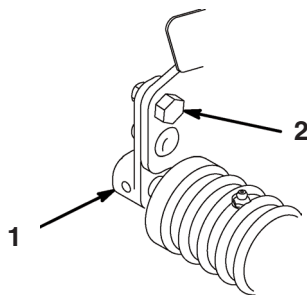

Bild 4
4. Drehen Sie den oberen rechten Walzenbefestigungsarm und halten Sie dabei die Spindel fest auf der Platte und behalten den Druck auf die vordere Walze bei (Bild 4). Diese Befestigungsschraube ist versetzt, was sich beim Drehen exzentrisch auswirkt, um die Walze anzuheben oder abzusenken. Am Schraubenkopf befindet sich ein Markierungspunkt, der den Versatz der Schraube angibt. Dieser Punkt zeigt an, in welche Richtung sich die rechte Seite der Walze bewegt, wenn die Schraube gedreht wird.